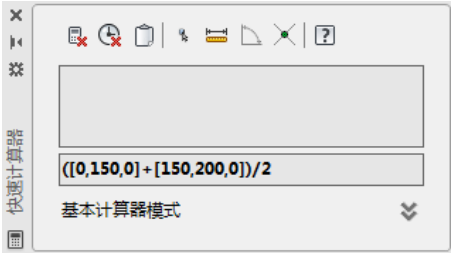

图 5-27 用两点坐标编辑算式
- 3) 用“()”和运算符号将两坐标连成一个算式, 如图 5-27 所示。